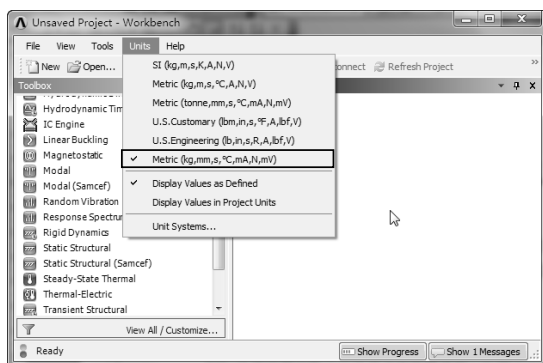

图 7-11 设置分析单位
2) 选择【Units】|【Metric (kg,mm,s,°C,mA,N,mV)】命令，设置分析单位，如图 7-11 所示。